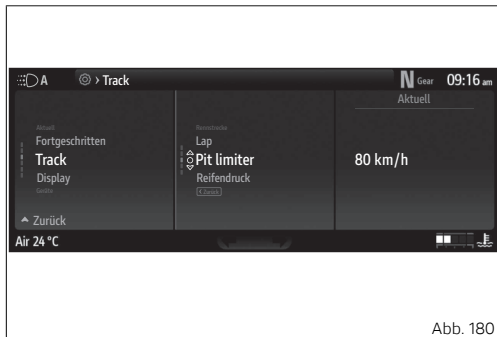

Abb. 180
- Die Angabe „Pit limiter“ (Abb. 180 S.231) markieren, dann die Taste ○ drücken.